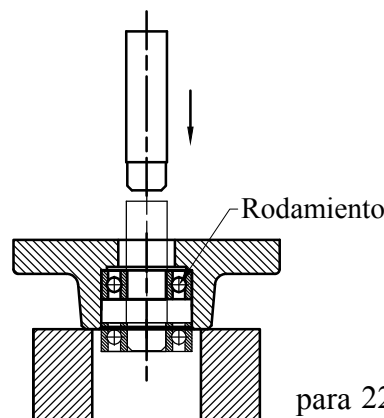

Fig. 8
7. Utilice una prensa de husillo para presionar a los rodamientos del motor de aire. Consulte la fig 8.